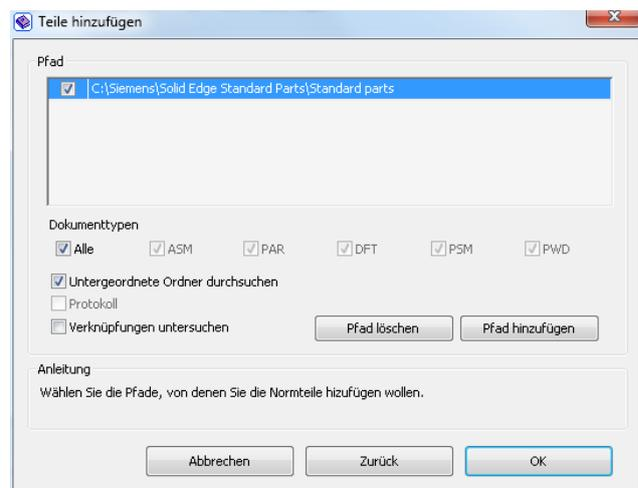

Abbildung 12
5. Belassen Sie die Einstellungen auf den Standardwerten (Abb. 12) und fahren Sie mit einem Klick auf „OK“ fort.